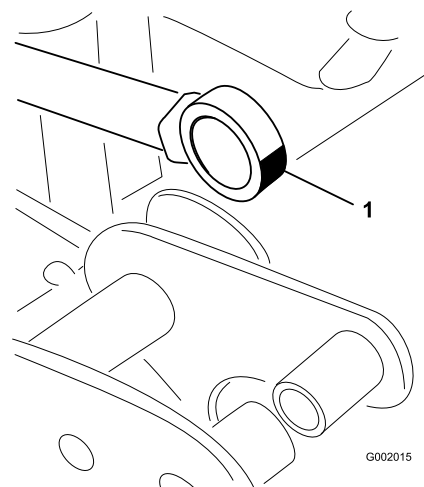

Bild 67
5. Drehen Sie das Stangenendenlager und schmieren Sie Schmiermittel in das Lager (Bild 67).